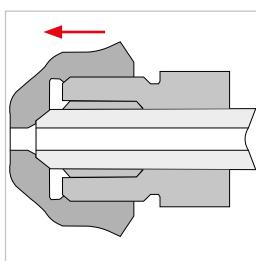

Abbildung 3
- Verschrauben Sie das Rohr mit einer Druckschraube oder anderen Komponente (Abbildung 3).